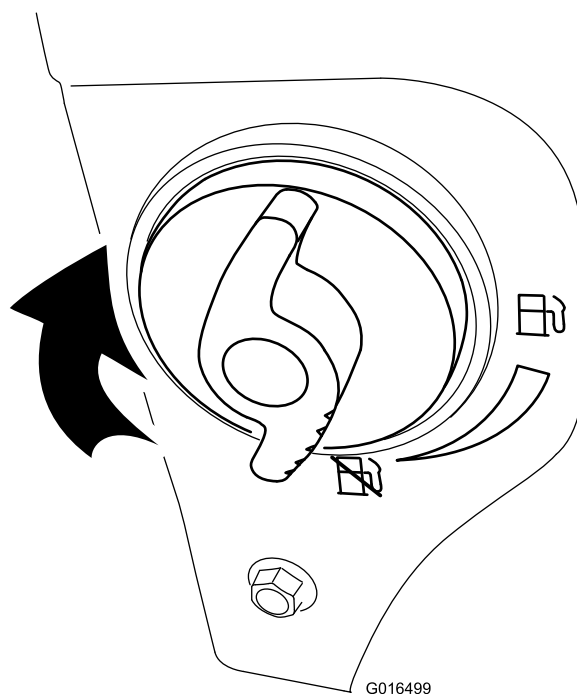

Figure 23
4. Fermez le robinet de carburant en le tournant dans le sens horaire (Figure 23).